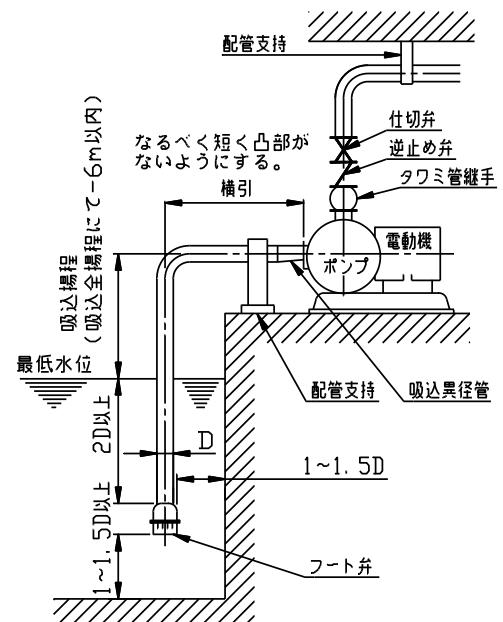

図 2
- (1) 取扱液に異物（配管の切粉、砂等）が混入する恐れがある場合は、吸込側にストレーナを取り付けてください。また、ストレーナが目詰まりしないよう定期的に清掃してください。
- (2) ポンプに吸込配管、吐出し配管の荷重がかからないように、十分な配管支持をしてください(図2)。
- (3) 配管が長い場合、実揚程が高い場合、自動運転の場合、吐出し側に圧力タンクが設置されている場合及び2台以上のポンプを並列運転する場合には、必ず逆止め弁を取り付けてください。逆止め弁は、ポンプ本体と吐出し弁の間に取り付けてください。
- (4) 装置上どうしても空気だまりが避けられない箇所には、空気抜き弁を取り付けてください。ただし、吸込配管などで負圧になる所には、取り付けないでください。
- (5) 配管を保温する場合、電動機部は絶対に保温を避けてください。
- (6) 热源の近くにポンプを据付ける場合、热源からの热が、ポンプに伝わらないようにしてください。
- (7) 水撃(ウォータハンマ)がおこる危険性のある場合は、急閉逆止め弁を設けるなどの、対策を施してください。
- (8) 冷温水循環用で、配管系が密封サイクルの場合は、膨張タンク、安全弁などを設けてください。
- (9) 吸上げの場合
- (a) 吸込配管の末端は、図2のように最低位水位から管径(直径)の2倍以上深く、壁面及び底より1~1.5倍以上はなしてください。